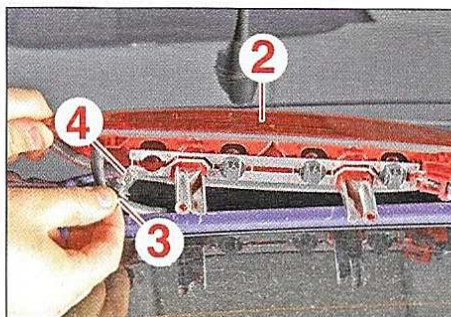

FIG.6
- Extraire le troisième feu de stop (2) (Fig.6).
- Tourner le porte-ampoule (3) d'un quart de tour dans le sens antihoraire puis l'extraire.
- Remplacer l'ampoule (4).